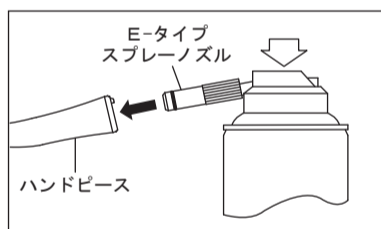

図7
- 2) E-タイププレーノズルをハンドピース後部へ挿し込み、ハンドピースを押さえて、ハンドピース先端よりオイルが出るまで2~3秒スプレーします。注油は先端から異物等の汚れが出なくなるまで繰り返し行います(図7)。
- 3) 最後に、パナスプレープラス(図7)または弊社製自動注油システムによる注油を行います。